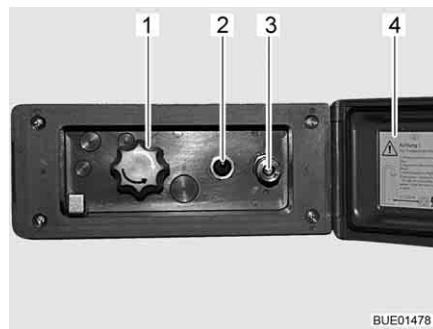

Fig. 121 Conexión de ducha exterior
- Desbloquear y abrir la tapa (Fig. 121,4).
- Conectar la manguera de la ducha exterior al cierre rápido (Fig. 121,3).
- Encender la bomba de agua con el interruptor (Fig. 121,2).
- Ajustar la temperatura del agua con el botón giratorio (Fig. 121,1) según se desee.
- Apagar la bomba de agua con el interruptor (Fig. 121,2).
- Cerrar la tapa (Fig. 121,4) y bloquearla con la llave.
- Poner el botón giratorio (Fig. 121,1) en la posición central.